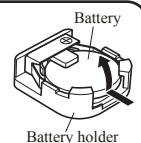

Fig. 5 (図5)
- 3-3 The lithium battery on the MAIN circuit board can be replaced. (Fig. 1, Fig. 5)
- 3-3 MAINシート上より、リチウム電池を交換することができます。(図1、図5)